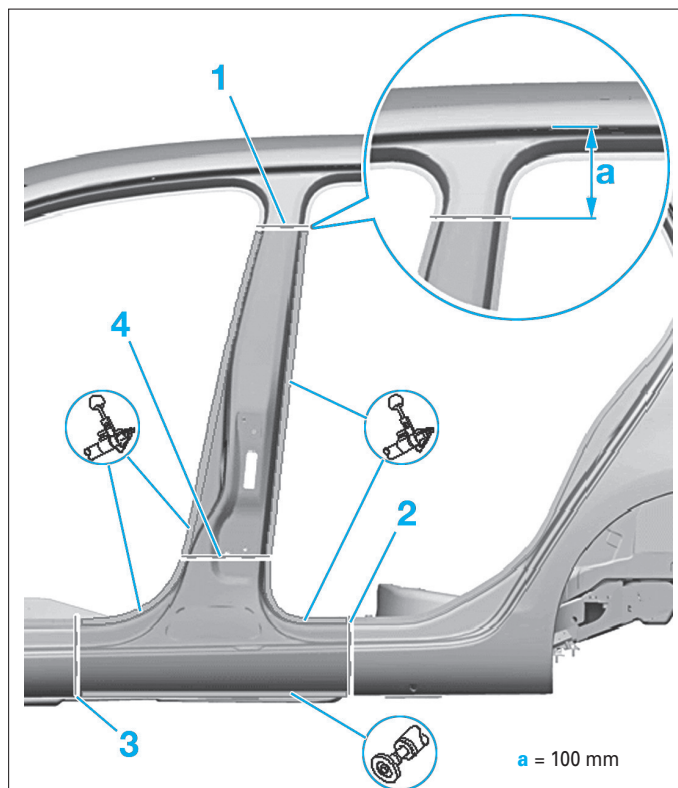

FIG. 55
- Effectuer la découpe (1) conformément à la cote (a) (Fig.55).
- Procéder au découpage suivant la ligne (2).
- Tracer la ligne de coupe (3) sur le bas de caisse en fonction de l'étendue du dommage.